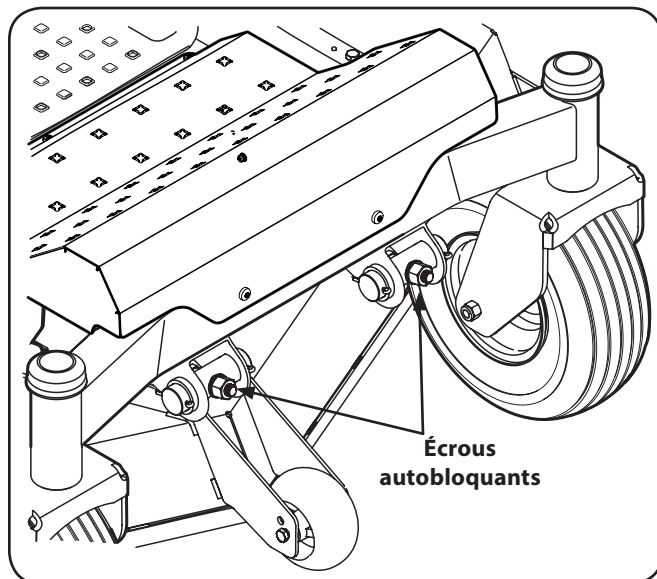

Figure 6-7
5. À l'aide d'une clé, tournez l'écrou autobloquant sur la tige de relevage avant pour relever ou abaisser l'avant du plateau de coupe. Voir Figure 6-7.